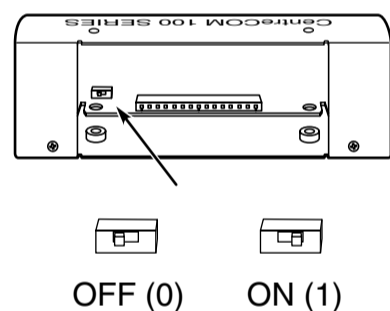

図1 SQE TEST SWITCH の位置
まず、SQE TEST SWITCH (HEARTBEAT) を設定してください。図1に、SQE TEST SWITCH の位置を示します。図は、C100 シリーズの場合ですが、他のシリーズも類似の箇所にあります。接続するDTE に対して、SQE TEST が必要な場合には ON (1) に、 unnecessary の場合には OFF (0) にします。トランスシーバーからタップ部分を外し、先の尖ったものを使用し、しっかりとどちらかの位置に設定してください。ハブ、リピータのステーションポート (AUI) に接続して使う場合、必ず OFF に設定してください。よく分からない場合は、OFF でご使用ください。工場出荷時設定では OFF となっています。